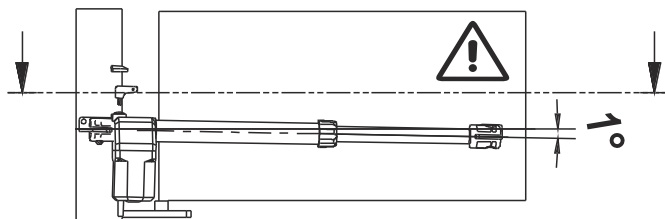

FIG. 3
- 3 - **Posizionare il riduttore di modo da essere inclinato di 1° circa (Vedere FIG. 3).**